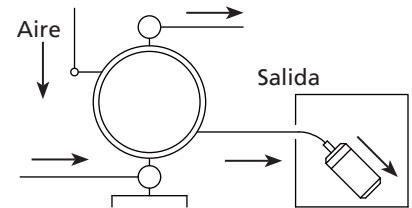

Figura 9
- El escape deberá orientarse hacia afuera, no hacia el fluido en el cual la bomba esté sumergida. Para obtener información sobre cómo orientar el escape, consulte el Aviso en la página 14 - Disposición del escape externo, y la Figura 9 que se da a continuación.